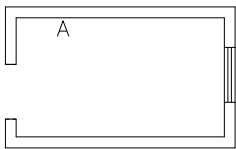

图 2-70 打开素材
① 按 Ctrl+O 组合键, 打开配套光盘提供的“第 2 章/ 2.3.1 布置小便池.dwg”素材文件, 结果如图 2-70 所示。
② 在【天正洁具】对话框中选择名称为“小便池”的洁具图形, 同时命令行提示如下: